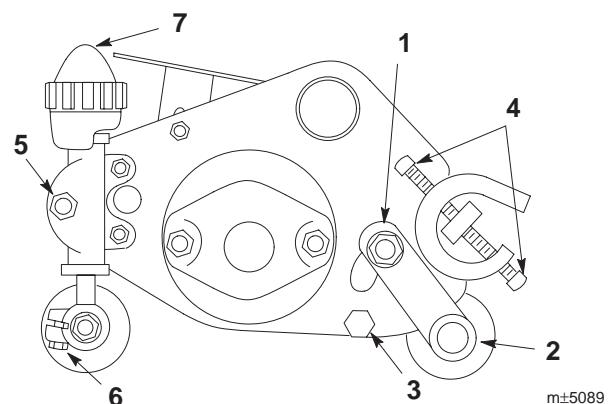

図10
1. カッティングユニット左右で、後ローラの刈り高ブラケット（図10）をサイドプレートに固定しているキャップスクリュとナットを外す。
2. ローラ・シャフトを固定しているネジ(6角穴; 図10)を外す。
4. カッティングユニット左右からベッドバー取り付けボルト(図10)を外す。
5. カッティングユニット左右のベッドナイフ調整ネジ(図10)をゆるめる、ベッドナイフ・アセンブリをリールから逃がすように回転させながら取り出す。
1. カッティングユニットの左右で、刈り高調整ロッドの固定ネジ(図10)をゆるめる。
2. 刈り高調整ノブ(図10)をゆるめて刈り高調整ロッドから外す。ノブは刈り高クランプの上ワッシャに保持される。